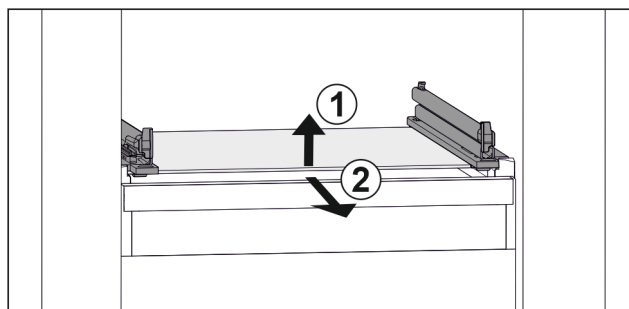

Fig. 76 Simbolična slika steklene plošče
- ▶ Steklenu ploščo dvignite v smeri naprej. Fig. 76 (1)
- ▶ Steklenu ploščo odstranite v smeri naprej. Fig. 76 (2)